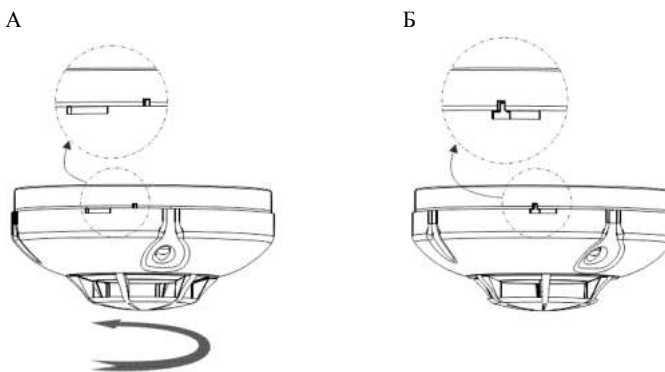

Рисунок 5
5.5 При установке приложите извещатель к базе как показано на рис.5 (А) и поверните в направлении «по часовой стрелке» до попадания в направляющие пазы, затем поворачивайте до упора как показано на рис.5 (Б).